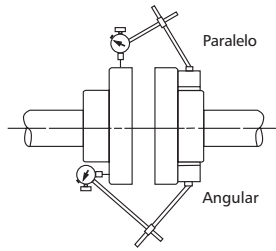

Figura 2
- Se **DEBERÁ** verificar la alineación antes de arrancar la bomba. Vea la Figura 2.